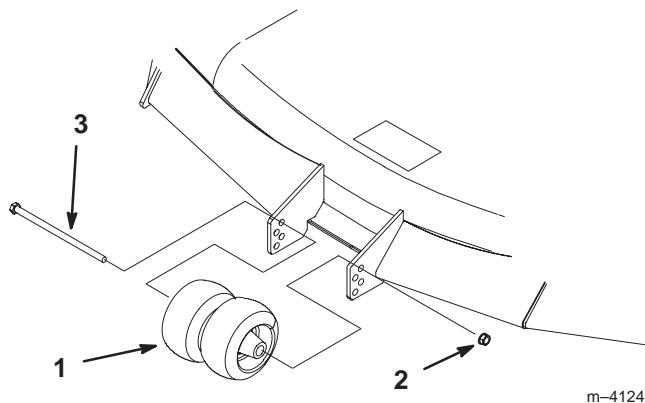

Figure 20
- Lorsque la hauteur de coupe est réglée, enlevez le boulon et l'écrou (Fig. 20).
- Choisissez le trou pour que la roue de jauge se trouve le plus près possible de la hauteur de coupe correspondante voulue (Fig. 20).
- Remettez le boulon, les galets centraux et l'écrou (Fig. 20).